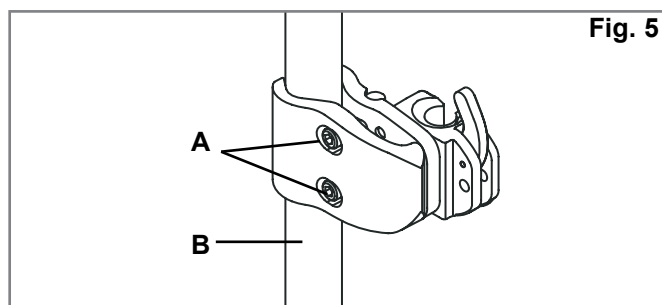

Fig. 5
3. Fest brakettene. (Fig. 5)
- a. Skru opp klemmeskruene (A) med den medfølgende 4 mm sekskantnøkkelen. OPMERKING– På rør med stor diameter, kan det være nødvendig å ta klemmeskruene helt av.
- b. Fest og juster brakettene på rullestolens ryggør (B).
- c. Stram klemmeskruene (A) for hånd. OPMERKING - Det kan være nødvendig å justere brakettene sideveis for best mulig tilpassing.